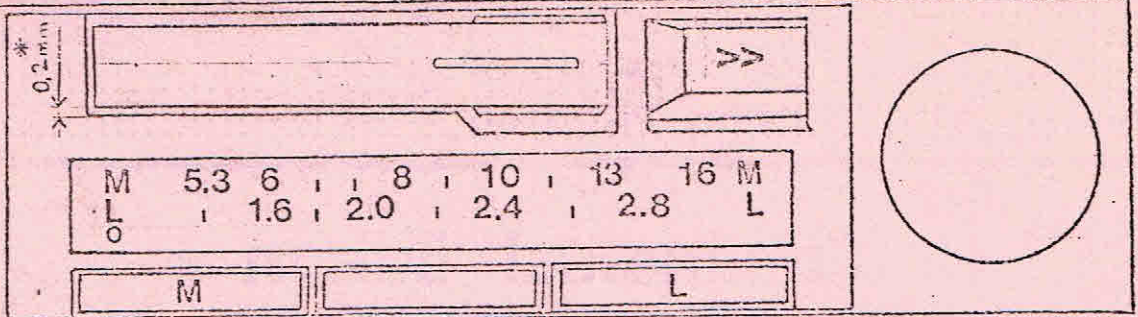

Fig. 1
3. Dans le cas contraire, ôter la cassette puis à l'aide d'un tournevis cruciforme agir sur l'excentrique (66) pour régler la hauteur des éjecteurs (53).
* Cette valeur de 0,2 mm est une donnée approximative, il est essentiel surtout de veiller à ce que la cassette vienne se positionner très légèrement au dessus du bord de la façade et de vérifier l'existence de parallélisme entre la cassette et ce même bord inférieur de la façade. (Fig. 1)